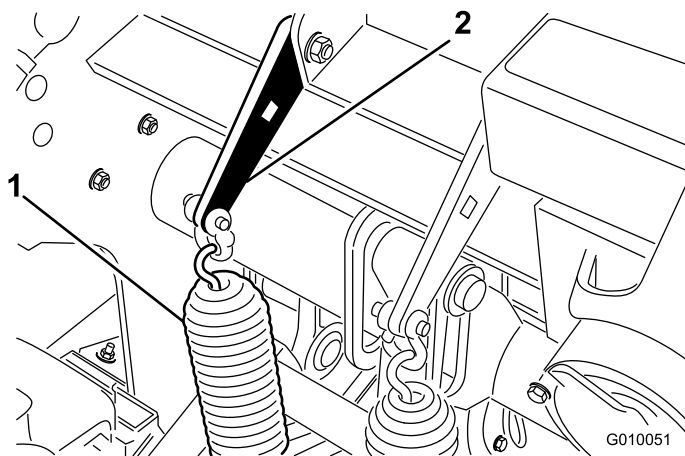

Figura 37
1. Afloje las tuercas de los pernos de cuello cuadrado que fijan los soportes de los muelles al cabezal de perforación (Figura 37). No las retire.